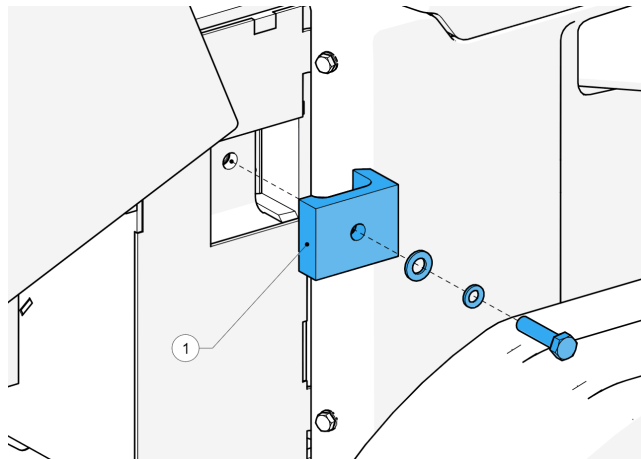

Abbildung 61 - Position der Ambossklemme
4. Prüfen Sie die Spannung des Keilriemen (1, Abbildung 61).